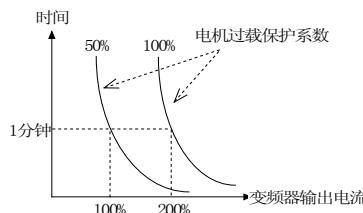

图 5-13-1 电机过载保护系数设定
**说明:** 为了对电机实施有效的过载保护，应针对不同电机功率对变频器允许输出电流的最大值进行调整。如图5-13-1所示。